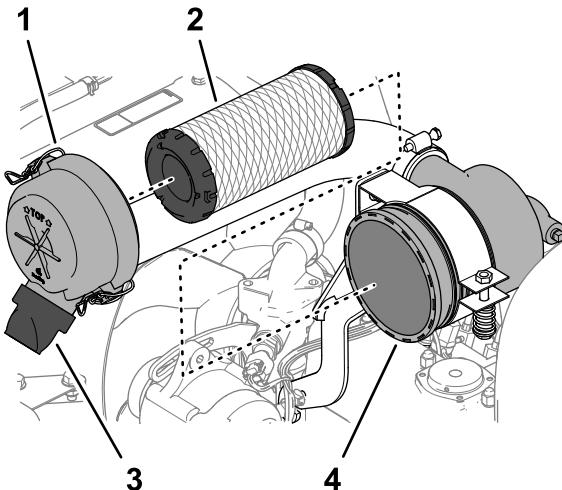

Bild 67
3. Lösen Sie die Laschen, mit denen die Abdeckung am Luftfiltergehäuse befestigt ist (Bild 67).
6. Nehmen Sie den Filtereinsatz heraus (Bild 67).
7. Entfernen Sie das Gummiablassventil (Bild 67) vom Schmutzauswurfan schluss der Luftfilterabdeckung.